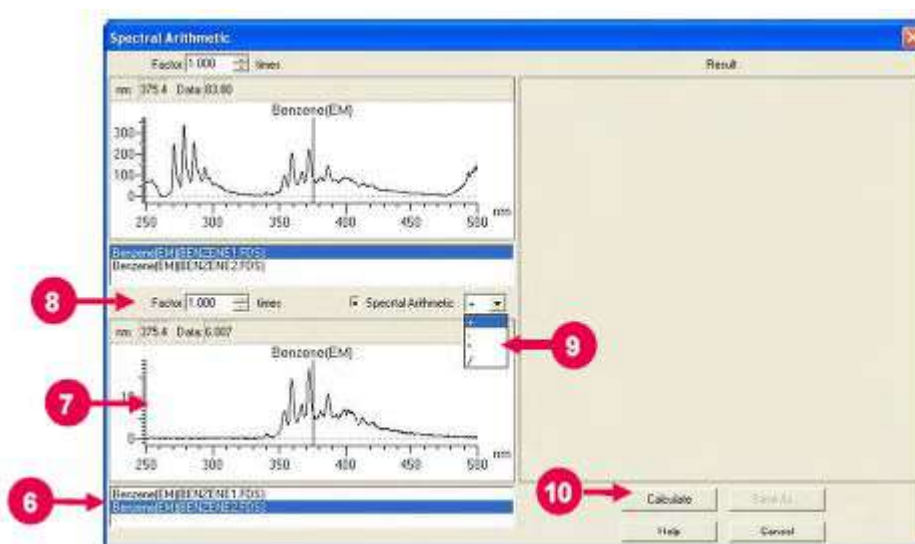

Рис. 7-30
- (6) В данном окне отображается список имен выборок открытых файлов (имена файлов показаны в скобках). Для арифметической операции, выберите файл из этого списка. (Смотрите (6) на рис. 7-30).
- (7) Отобразится выбранный спектр (6). (Смотрите (7) на рис. 7-30).
- (8) Установите коэффициент спектра, выбранный в пункте (6). (Смотрите (8) на рис. 7-30).
- (9) Выберите математический оператор для двух спектров. (Смотрите (9) на рис. 7-30).
- (10) После выбора математического оператора, нажмите кнопку «Вычислить». (Смотрите (10) на рис. 7-30).